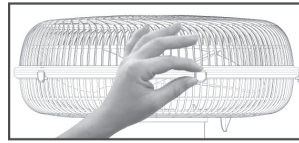

Figura 07
8. Pressionar a borda da grade frontal contra a borda da grade traseira em todo o contorno para garantir o travamento perfeito das grades (figura 07)